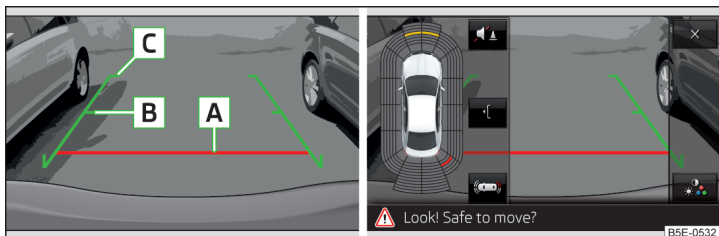

Fig. 163 Visuel d'Infodivertissement : Lignes d'orientation / touches de fonction
**Distance des lignes d'orientation derrière le véhicule » fig. 163**
**Touches de fonction » fig. 163**